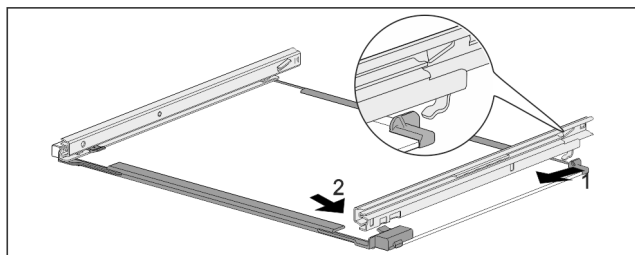

Fig. 111 带轨道的玻璃隔板
- ▶ 轨道后部钩入。 Fig. 111 (1)
- ▶ 轨道前部卡紧。 Fig. 111 (2)